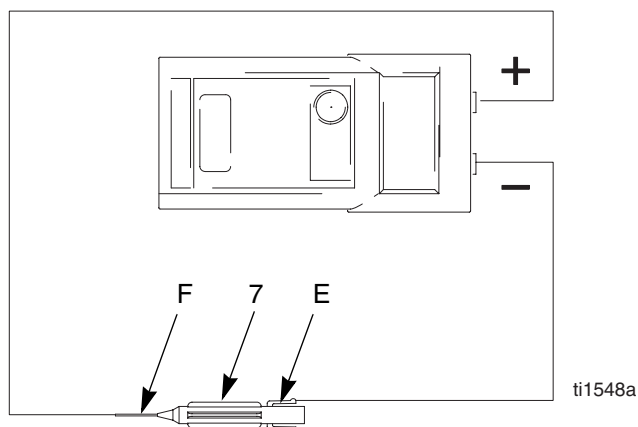

Fig. 20. Electrodo
4. Retire el electrodo (7), en la página 45. Mida la resistencia entre el contacto (E) y el cable del electrodo (F). La resistencia debería ser 20–30 megaohmios. Si estuviera fuera de los límites, reemplace el electrodo. Vea Fig. 20.